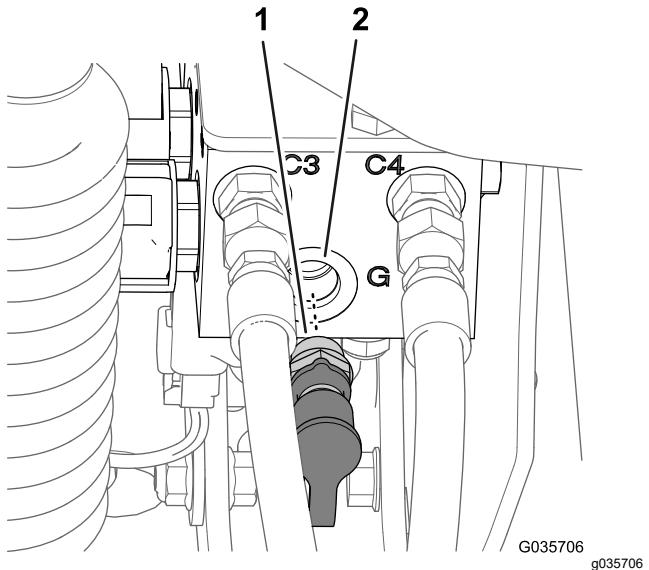

図 10
4. 既存の昇降シリンダ用マニホールドのポート G から、診断用フィッティングとキャップを外す図 10。